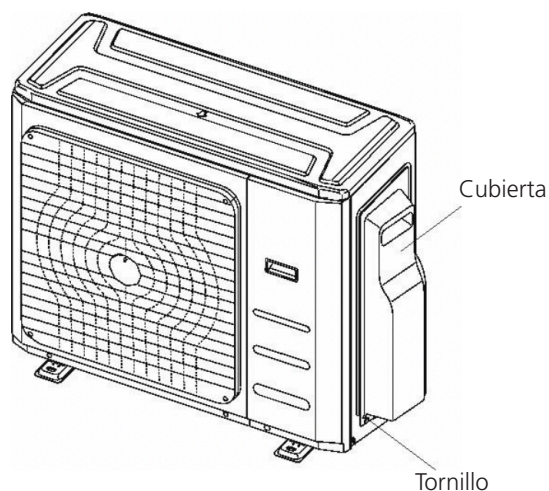

Fig. 7.1
2. Retire la cubierta eléctrica de la unidad exterior. Si no hay cobertura en la unidad exterior, quitar los tornillos de la placa de mantenimiento y retire la placa de protección (Ver **Fig. 7.1** y **Fig. 7.2**).